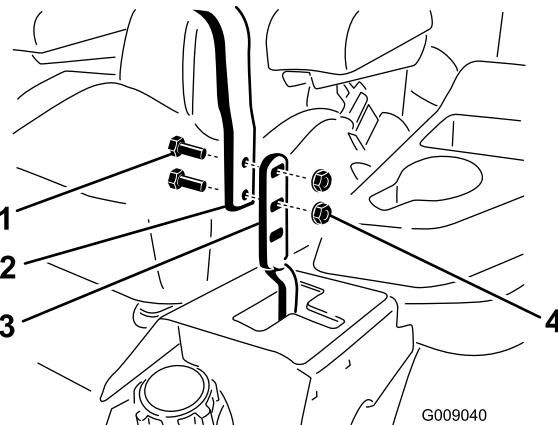

Figura 105
3. Afloje los pernos y las tuercas con arandela prensada de las palancas (Figura 105).